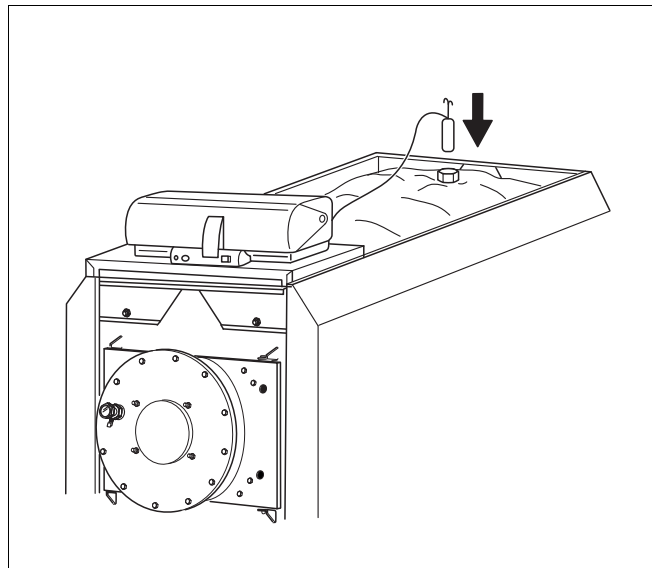

Рис.28 Прокладка датчиков к погружной гильзе
- ▶ Проложите капиллярные трубки с датчиком к погружной гильзе (рис. 28).
- ▶ Вставьте датчики до упора в погружную гильзу (место измерения М, → стр. 9 рис. 3) (рис. 28).